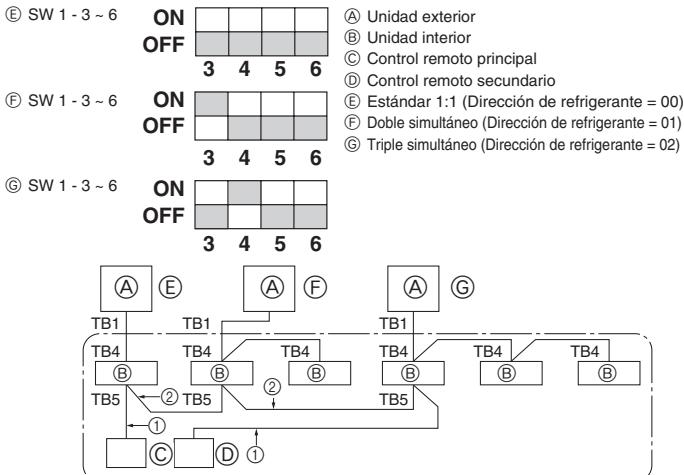

Fig. 9-1
① Fuente de alimentación (disyuntor).
② Despues de cerrar la válvula de gas, sitúe el interruptor SWP del cuadro de control de la unidad exterior en posición ON. El compresor (unidad exterior) y los ventiladores (unidad interior y exterior) se ponen en marcha y empieza el proceso de recuperación del refrigerante. Los indicadores LED1 y LED2 del cuadro de control de la unidad exterior están encendidos.
9. Sistema de control (Fig. 9-1)